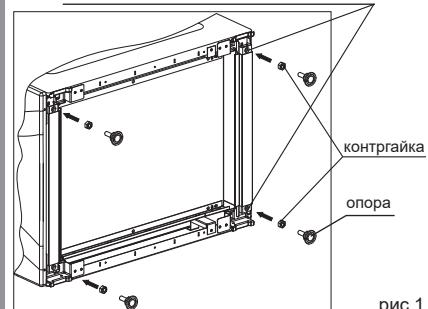

рис.1
■ Перед эксплуатацией установите плиту горизонтально (рис.1). Если ваша плита оснащена регулируемыми опорами необходимо: